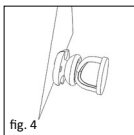

fig. 4
■ **fig. 4** Den klokkeignende delen av sizeren fungerer som feste for stigbøyens hode i rammen av målingen. Den talerkenlignende delen er beregnet på å ligge inntil trommehinnen. Under beregningen av protesens lengde må det tas hensyn til tykkelsen på transplantatet (for eksempel bruskskive) som senere fungerer som underføring på trommehinnen. Når man har funnet frem til den optimale lengden, kan tilsvarende lengde stilles inn på den partielle protesen.